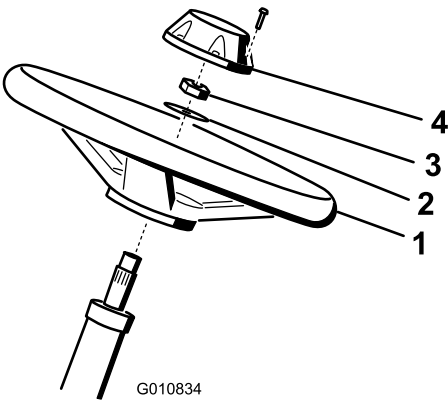

Figura 6
- Deslice el volante sobre la columna de dirección (Figura 6).
2. Deslice la arandela sobre la columna de dirección (Figura 6).
3. Sujete el volante a la columna con una contratuerca y apriétela a 27 – 35 N·m (20 – 26 pies-libra) (Figura 6).
4. Sujete la tapa al volante con 6 pernos (Figura 6).